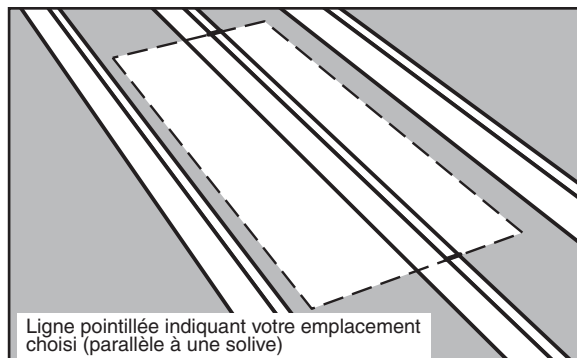

FIGURE 7
(A) Si l'emplacement choisi est parallèle aux solives, marquez la longueur de l'ouverture brute sur le dessus des solives (Voyez la Figure 7). Ne coupez pas de solive à cette marque.